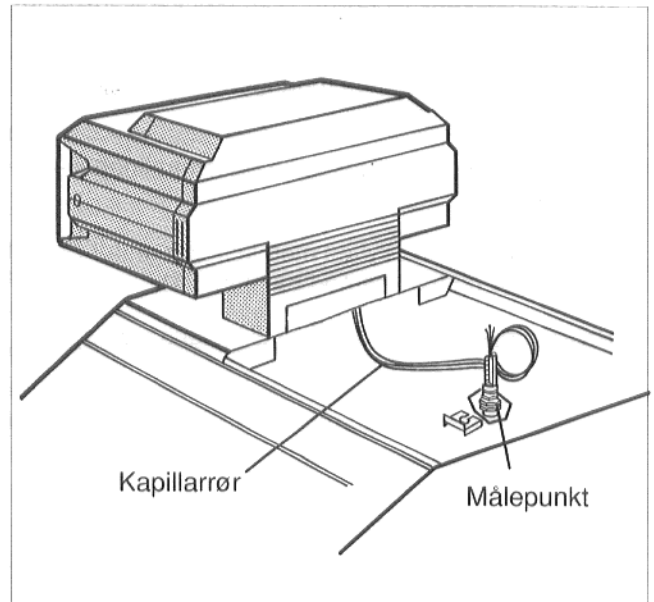

fig. 18
- Kapillarrørene (fig. 18) til temperaturføleren og – ved "Ecomatic"-regulering – kjelevannstemperaturfølerledningen legges bakover på isolasjonen til kjeleblokken frem til målepunktet.